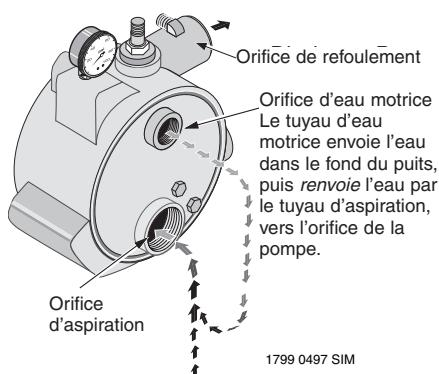

Figure 3 : Fonctions d'aspiration et de l'eau motrice sur un puits peu profond
- NOTA :** L'orifice d'aspiration (le plus grand orifice) des pompes à éjecteur Simer se trouve sous l'orifice de l'eau motrice. Se reporter à la Figure 3.